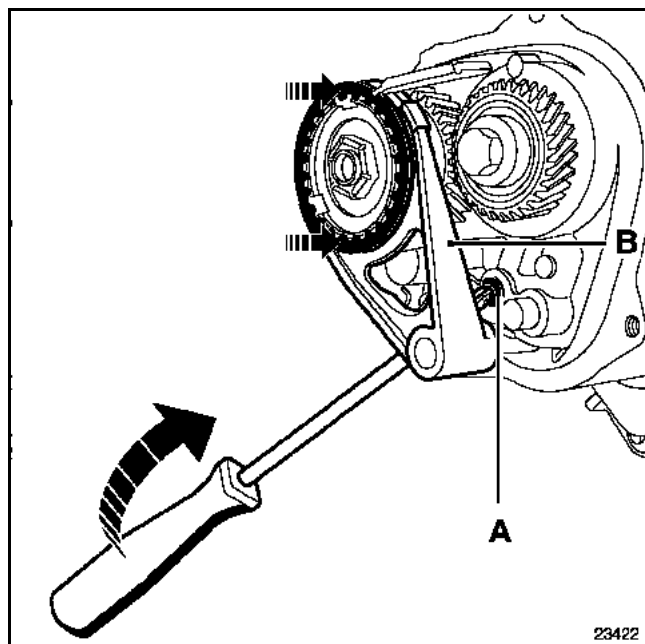

Abb. 1
- Mit einem Hebel stark auf die Achse 1. / 2. Gang (A) drücken, dabei an der Schaltgabel des 5. Ganges (B) abstützen (**Abb. 1**).